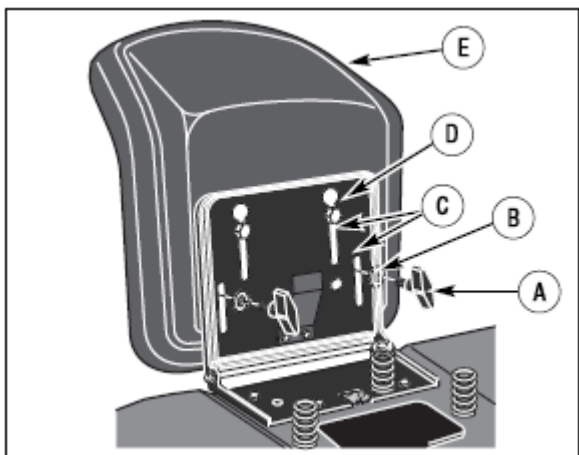

Рис. 5:
2. Совместите отверстия в шарнирах с отверстиями сиденья (рис. 5). Закрепите с помощью креплений.
3. Проверьте положение сиденья. Для регулировки ослабьте два болта. Переместите сиденье вперед или назад. Затяните болты (A).